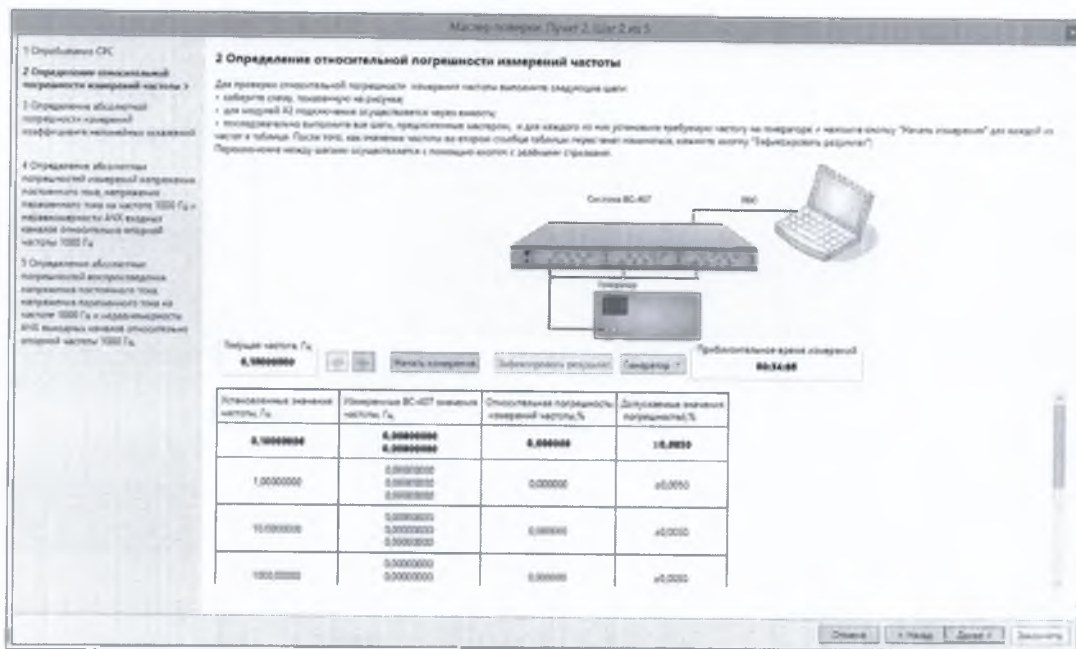

Рисунок 7.3.5
7.3.2.1 Собрать схему, изображенную в окне мастера поверки (рисунок 7.3.5).